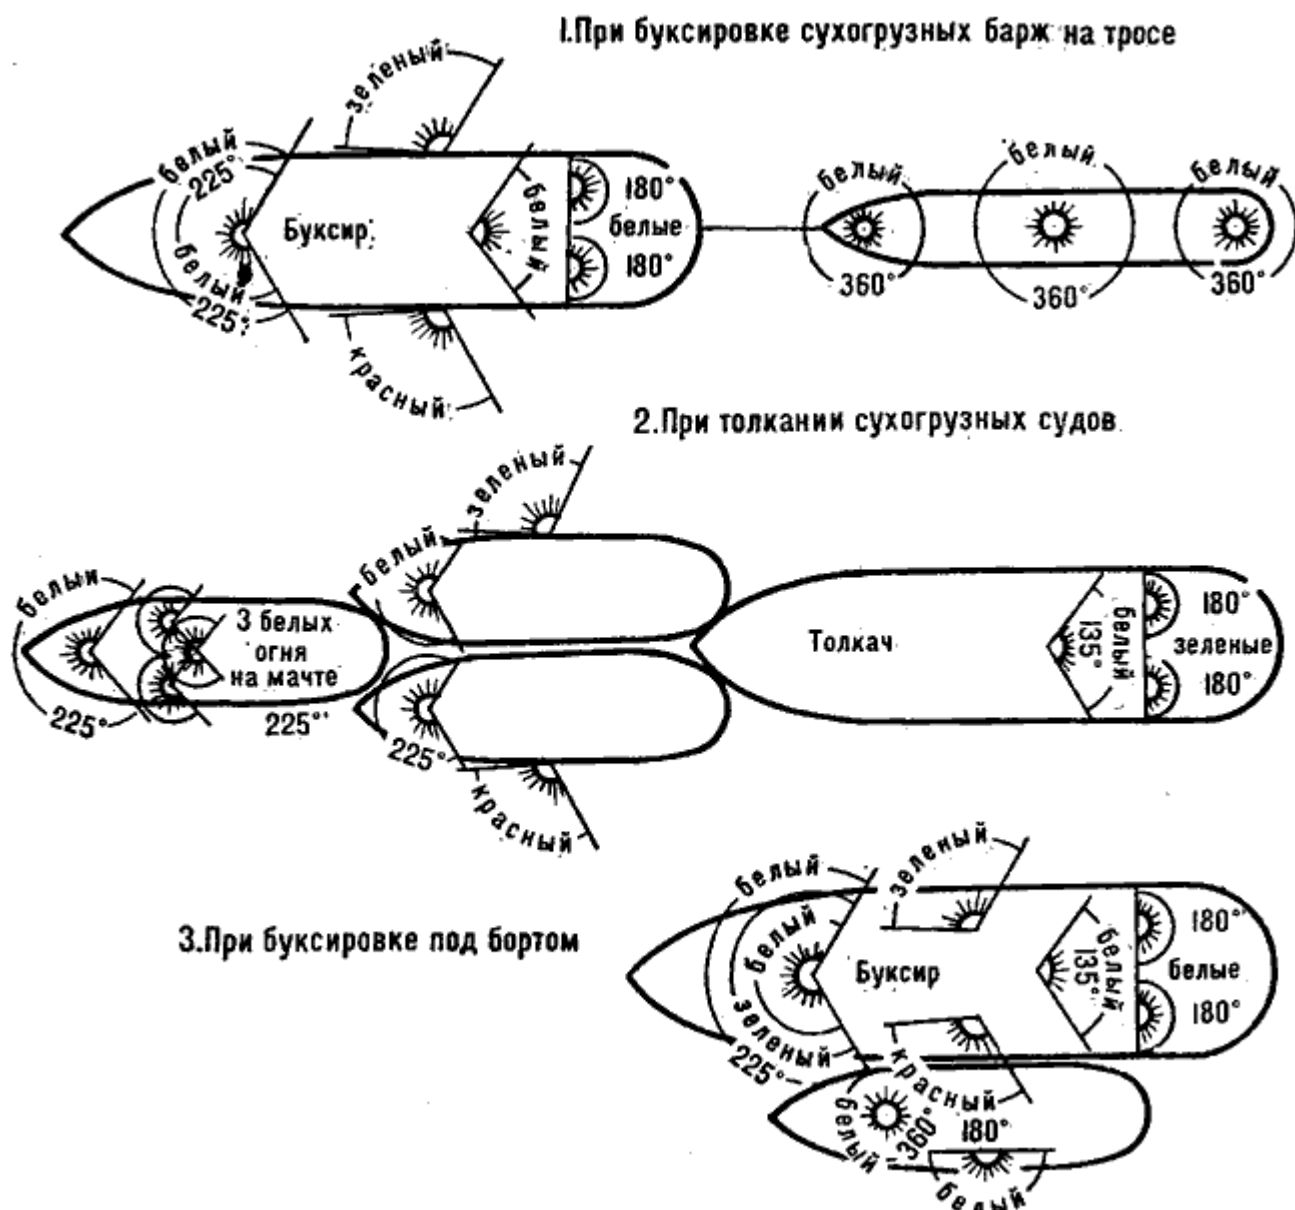

Рис. 144. Схема расположения ходовых огней на речных буксирах
4. Буксирные суда, ведущие на буксир другие суда или плоты, кроме огней, предусмотренных § 25 для одиноких судов (отличительных, гакового и гакабортных), несут на передней мачте (рис. 144):
- сухогрузные, длиной более 50 м - кроме белого клотикового на мачте по одному белому огню на носовом и кормовом флагштоках (рис. 144);
- буксируемое под бортом - один белый клотиковый огонь на мачте и один белый огонь с внешнего борта (рис. 144);
Если ширина толкаемых судов превышает ширину толкача, то его отличительные огни переносят на наружные борта толкаемых судов (§ 35, рис. 144).